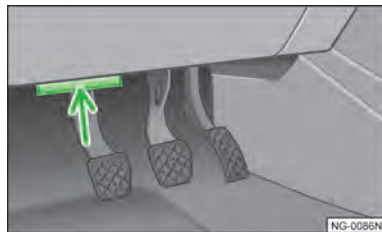

图 172
- 将平头物品（例如随车工具中的螺丝刀）插入凹槽 ▶ 图 172（箭头），然后小心地撬下盖板。